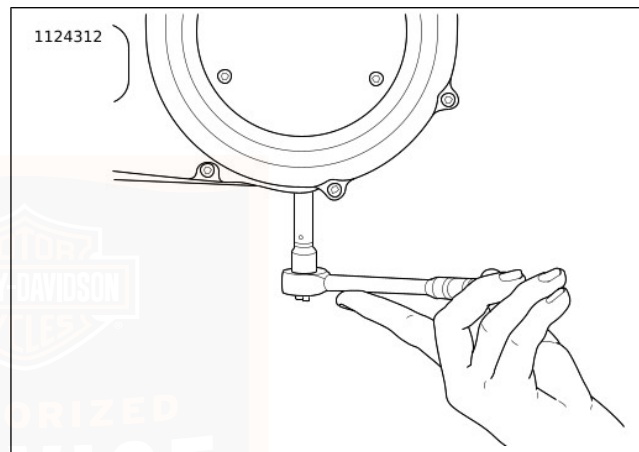

Abbildung 44. Ausbau/Einbau der Kettengehäuse-Ablassschraube
3. Siehe Abbildung 44. Das Primärkettengehäuse entleeren.